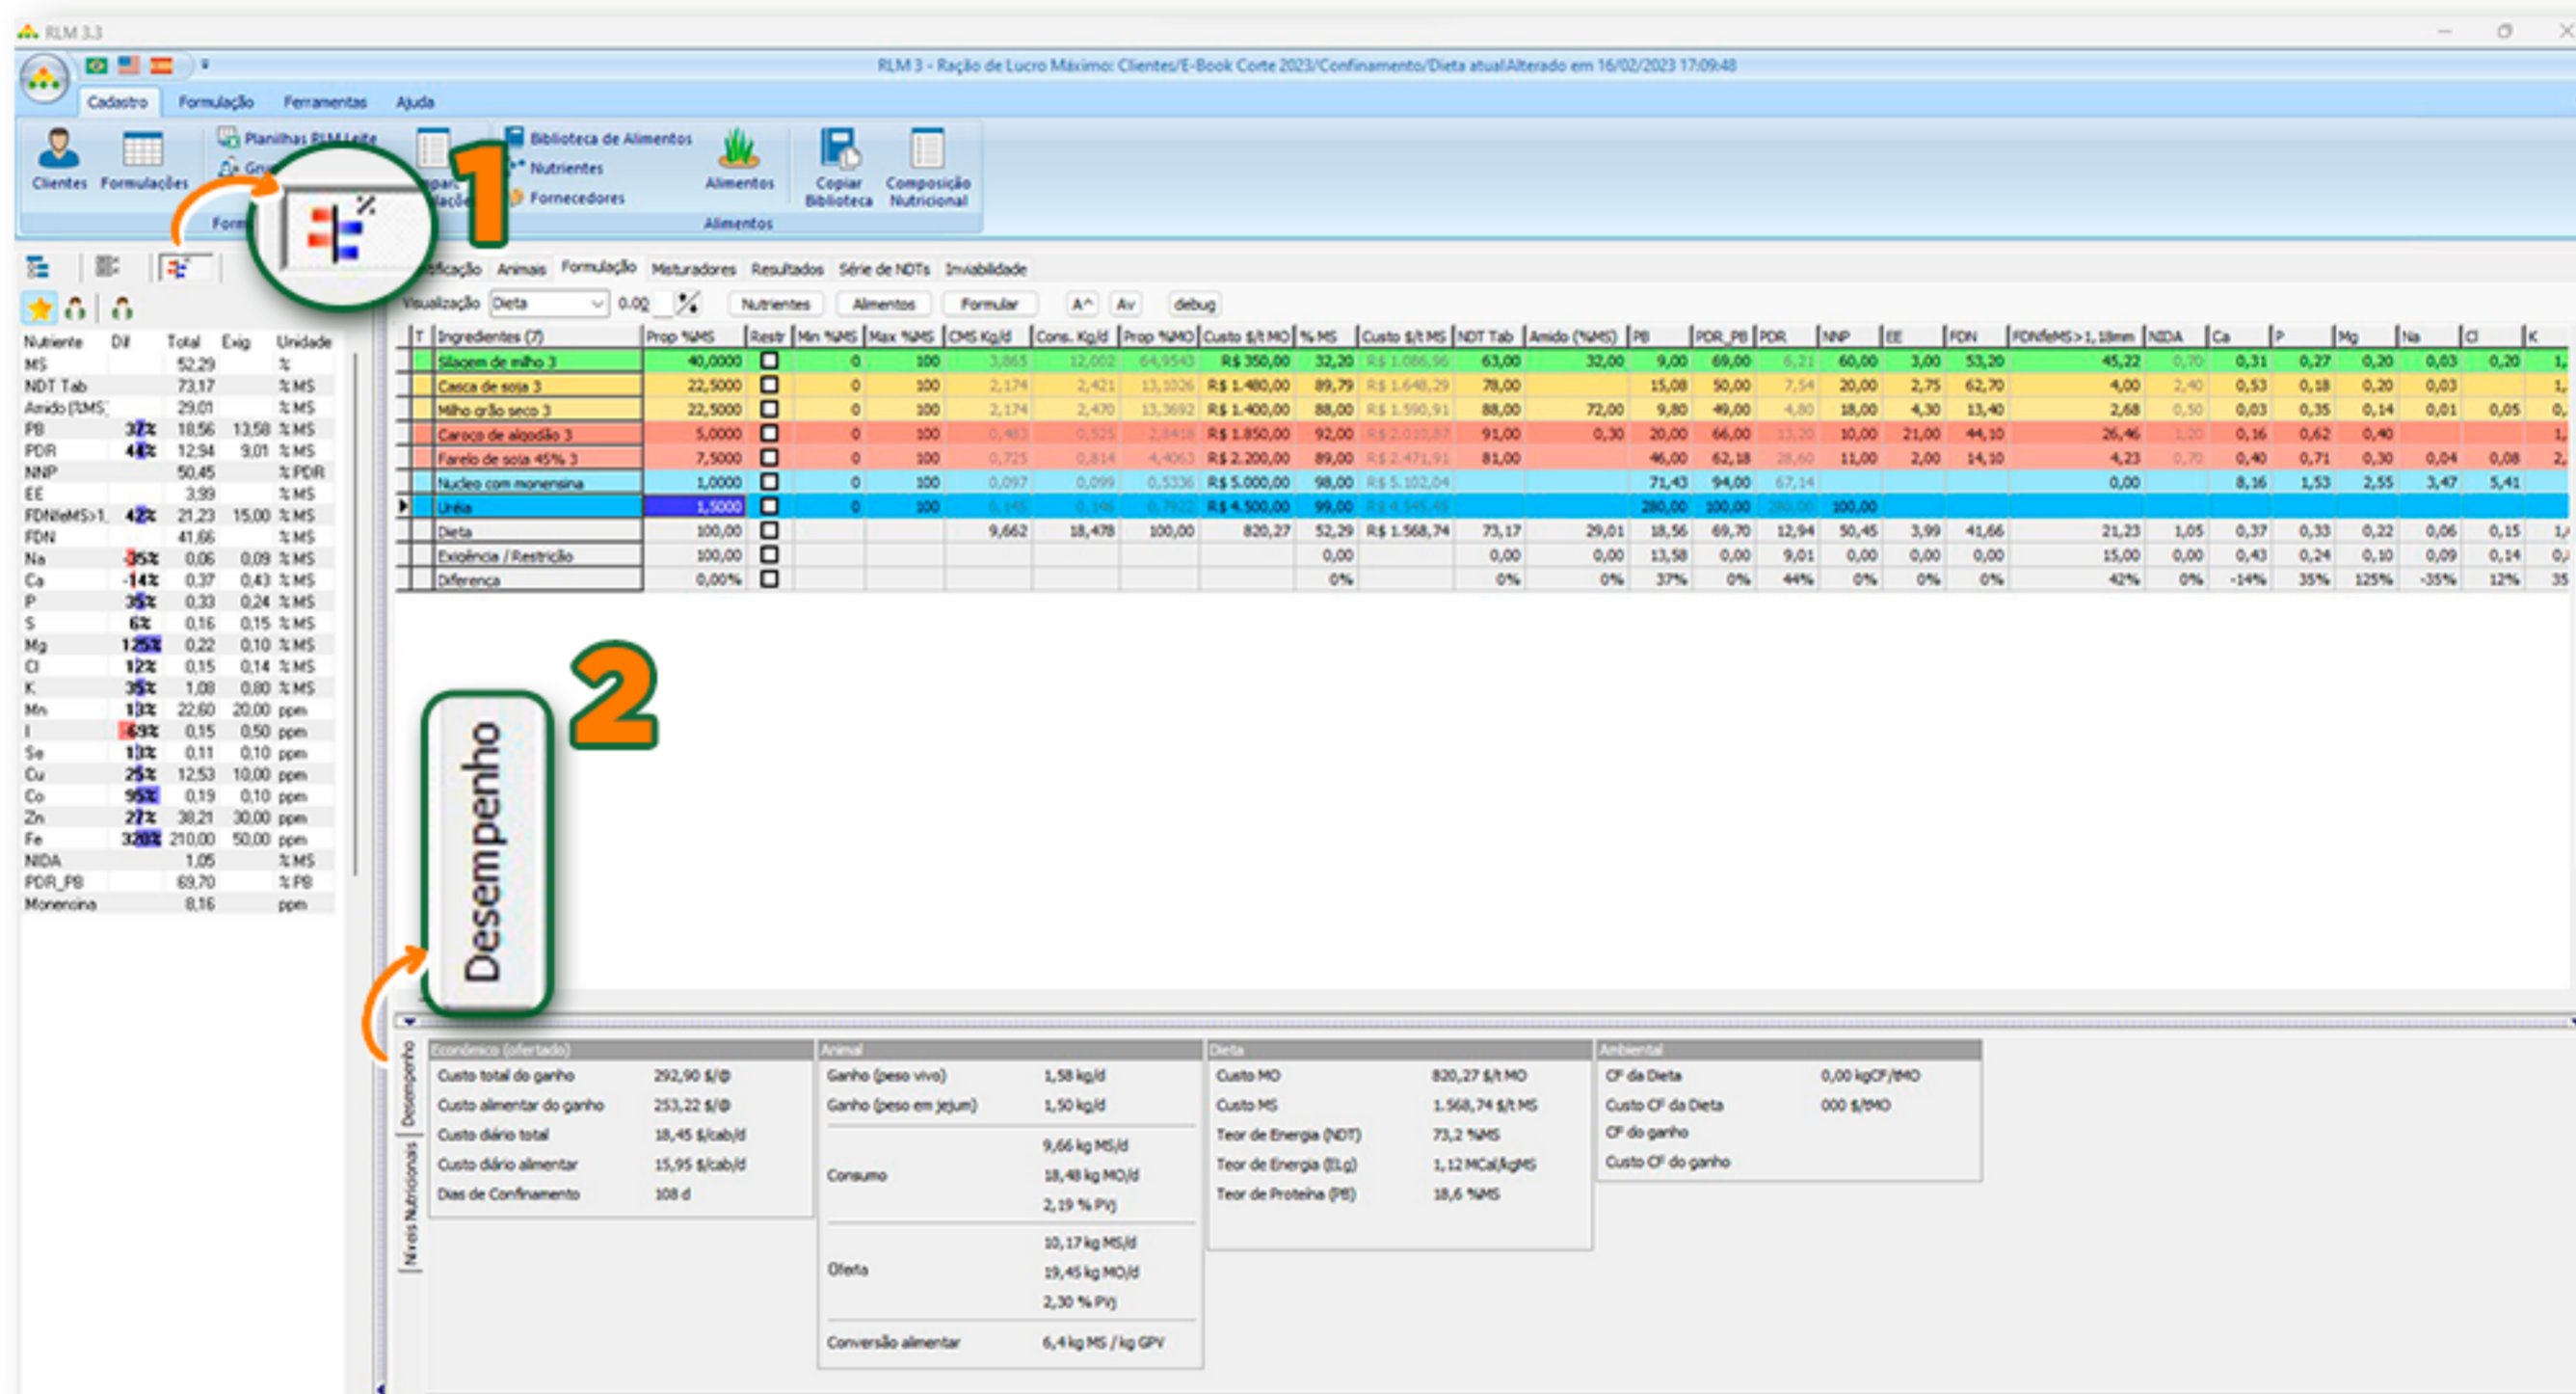

FIGURA 1.14 - NÍVEIS NUTRICIONAIS (1) E DESEMPENHO ANIMAL (2)
Inicialmente podemos fazer uma rápida avaliação da formulação clicando sobre o botão “Níveis Nutricionais” (1) (Figura 1.14). Para cada nutriente, são listados os teores totais na dieta, as exigências do animal e a diferença entre os dois. Na aba “Desempenho” (2) é possível verificar as estimativas de desempenho econômico, animal e da dieta.
Como padrão, o RLM estabelece a otimização em “Lucro Máximo”. Após a otimização, avalie a dieta e considere sua percepção como nutricionista. Para facilitar a avaliação da dieta utilize a estratégia demonstrada na Figura 1.14 da primeira seção.